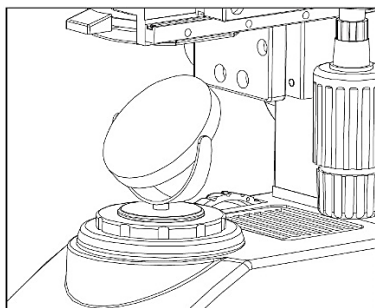

Fig. 5
3. El espejo de reflexión (fig. 5) debe apuntar hacia cualquier lugar con luz parásita. Mientras se observa la imagen a través de los oculares, ajustar la orientación del espejo de reflexión para capturar la luz parásita.